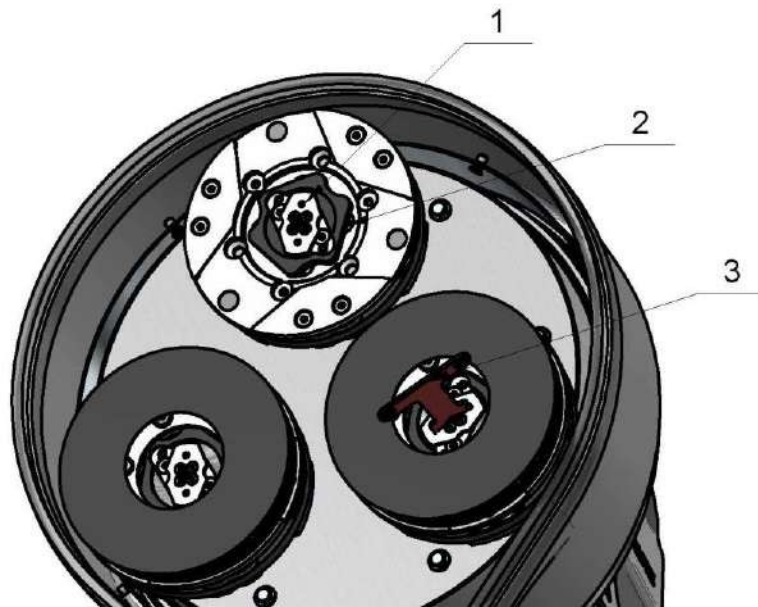

Figure 4.1
AVERTISSEMENT : Fixez toujours les outils à changement rapide avec la plaque de sécurité (2) (Fig.4.1), verrouillez avec la clé du porte-outil (3) et assurez-vous que le papillon (1) est bien verrouillé à 90 degrés. Les outils diamantés sont fixés à l'aide d'une bande Velcro sur trois plaques de mousse (7 pouces). Les plaques de mousse sont montées sur la serrure à clé (papillon). Utilisez toujours la clé du porte-outil.